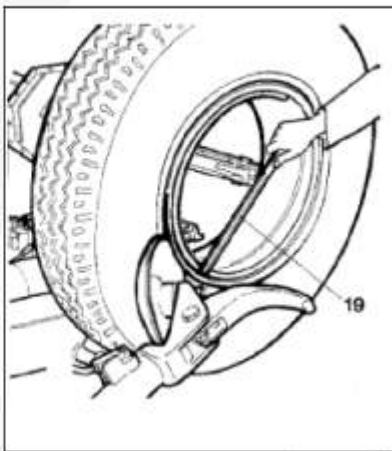

Рисунок 30
6) Повторите процедуру, но на этот раз устанавливайте диск к разъемному кольцу (см. рис. 30), чтобы освободить стопорное кольцо. Снимите его при помощи специального рычага 19 (рис. 30) или ролика.
5) Повторите данную процедуру, но на этот раз перемещайте диск вдоль разъемного кольца (см. рис. 30), пока не освободится стопорное кольцо. Это кольцо можно снять при помощи специального рычага 19 (рис. 30) или отжимного диска.